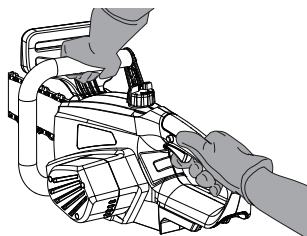

Fig. 18
1. Certifique-se de que o travão de corrente está desengatado. Desengatar o travão da corrente puxando a protecção frontal (alavanca do travão da corrente) (4) para trás em direcção à pega frontal (3).
2. Colocar o produto em qualquer superfície de gordura adequada, certificar-se de que a corrente da serra (11) não está a tocar na superfície ou noutros objectos.
3. Fixar o pacote de baterias (23).
4. Segurar o produto com a mão esquerda na pega frontal (3) e direita na pega traseira (1) (Fig. 18).